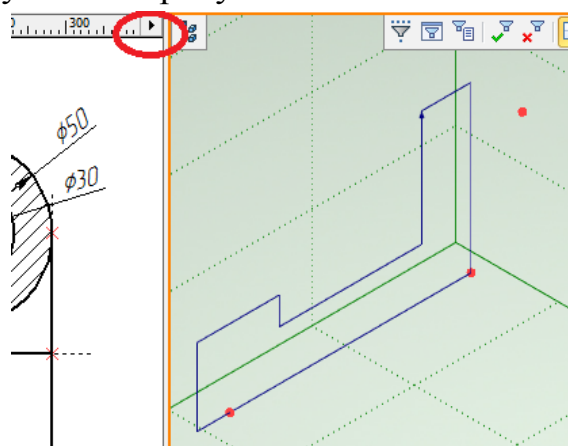

Рисунок 3.11 – Вид чертежа и 3D вид
- Откройте окно 3D Влада, нажав на черную стрелочку в верхнем правом углу (рисунок 3.11);